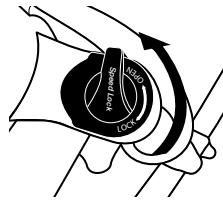

Figura 19.
- Per sbloccare una forcella ammortizzata ruotare la leva di blocco nella direzione indicata dalla freccia con la descrizione "OPEN" finché non si arresta (*Figura 19*).